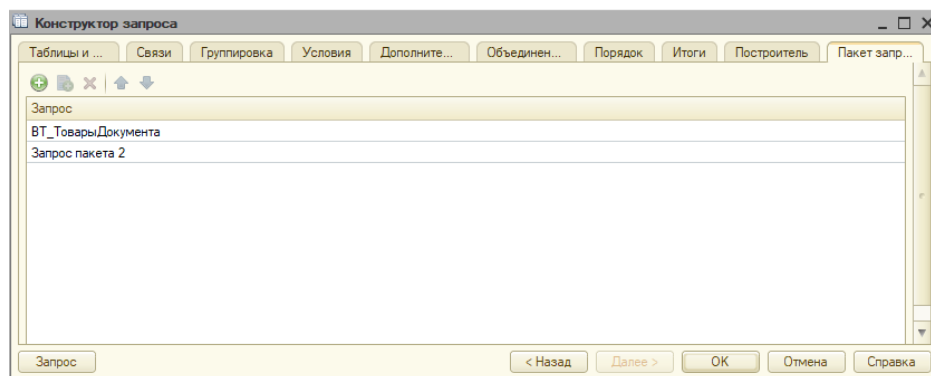

Рис. 5.64. Пакет запросов конструктора
- на вкладке **Пакет запросов** появляется два результата (рис. 5.64).